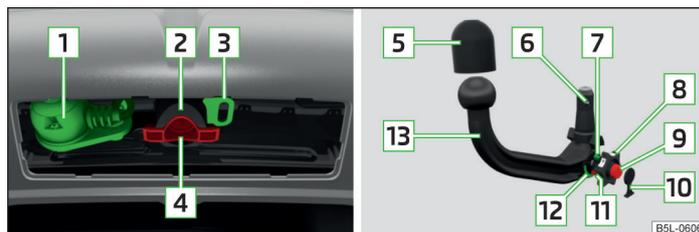

Fig. 126 Soporte del dispositivo de remolque/barra de cabeza esférica
#### Descripción de la imagen » fig. 126
- Extraiga la caperuza protectora de la cavidad de alojamiento **4** » fig. 126 de la página 163 hacia abajo.
- » Coloque la caperuza protectora para la cavidad de alojamiento **4** » fig. 126 de la página 163 » **1**.